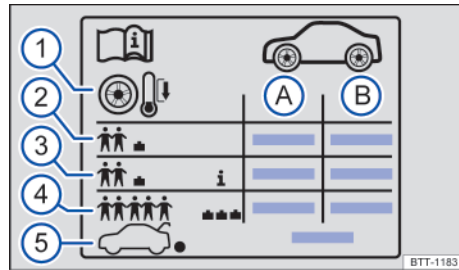

Fig. 257 Símbolos en el adhesivo de la presión de los neumáticos.
- Adapte siempre la presión de los neumáticos al estado de carga del vehículo → fig. 257.
En función del vehículo, el adhesivo de la presión de los neumáticos puede incluir una presión de confort → fig. 257. La presión de confort permite aumentar el confort de marcha. Cuando se circula con la presión de confort, puede que se incremente el consumo de combustible.